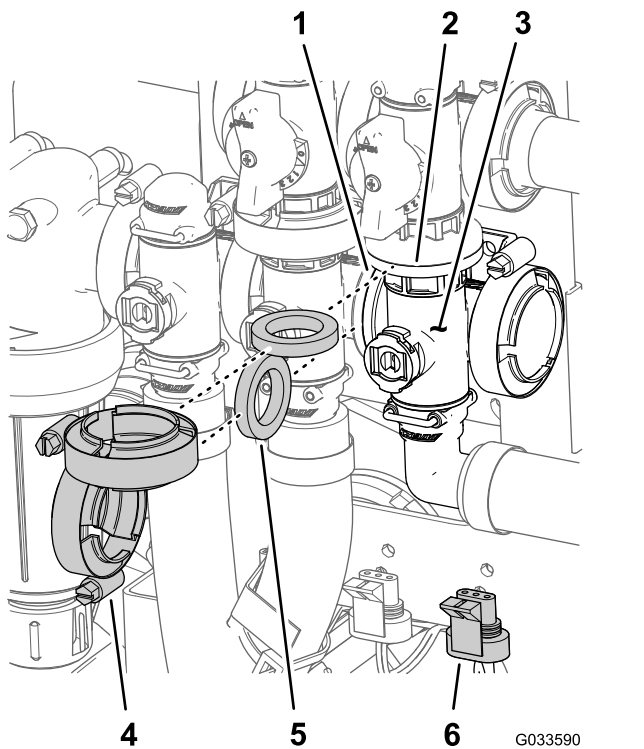

图 129
1. 将主喷洒臂阀歧管凸缘、垫片与主喷洒臂旁通阀凸缘对齐图 129。
2. 用法兰夹具组装主喷洒臂阀歧管、垫片和主喷洒臂旁通阀并用手紧固图 129。
4. 用法兰夹具组装主喷洒臂阀歧管、垫片和搅拌阀歧管并用手紧固图 129
7. 使用在拆下主喷洒臂歧管阀(页码 71)的第 3 步卸下的凸缘头螺栓和凸缘锁紧螺母图 129 将搅拌阀组装到阀安装座上上紧螺母和螺栓扭矩至 10 12 N·m。